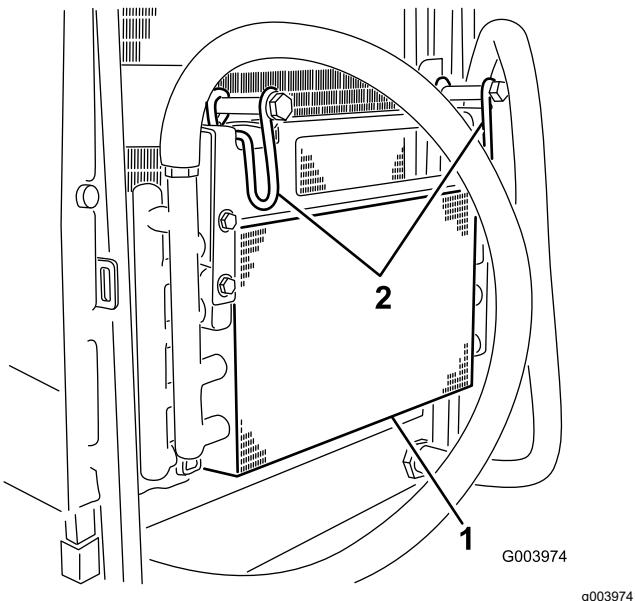

Figura 49
6. Gire el cierre hacia dentro para liberar el enfriador de aceite (Figura 49).